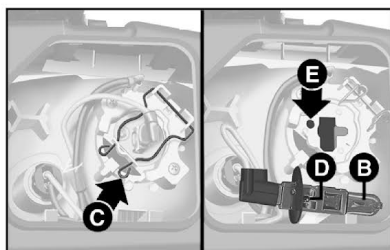

fig. 17
- 2) Desencaixar a mola **C**-fig. 17 de fixação, retirar a lâmpada **B** e substituí-la.